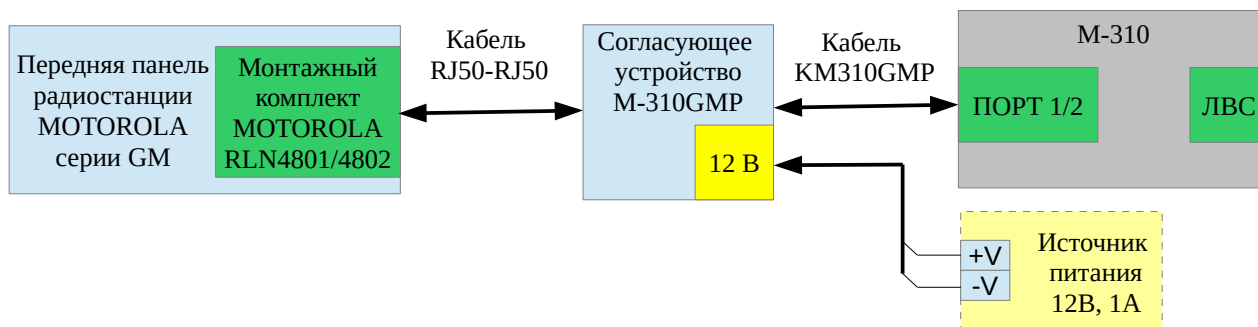

Рис. 3.2.2 Схема подключения панели управления радиостанции MOTOROLA серии GM.
- 6) «Панель MOTOROLA GM» - режим организации рабочего места оператора с использованием вынесенной панели управления радиостанций MOTOROLA GM140/340/640, GM160/360/660 и GM380/1280 оснащённой монтажным комплектом MOTOROLA RLN4801/4802/4780 (в соответствии с моделью радиостанции) (рис. 3.2.2). Подключение выполняется через соединительный кабель KM310GMP (прил. 2.6) и согласующее устройство М-310GMP.